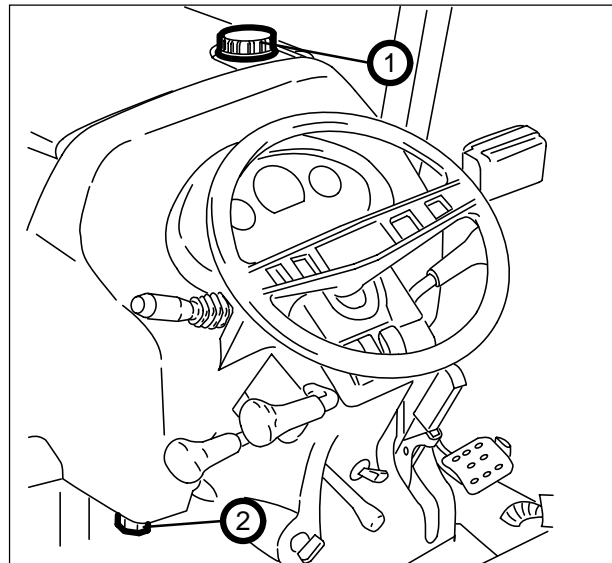

Fig. 35. (1) Boca de enchimento do combustível. (2) Tampão de descarga do depósito.
Encha o depósito do tractor (1. Fig. 35) à noite depois da actividade de trabalho de modo a evitar a formação da condensação no depósito de combustível.
Esvazie o depósito do combustível a cada 1000 horas. O tampão de descarga está montado na parte inferior frontal do depósito (2. Fig. 35).
2. Abra a torneira do combustível (2. Fig. 35) rodando-a para baixo.
3. Accione a alavanca (4) da bomba de alimentação para escorvar o combustível.